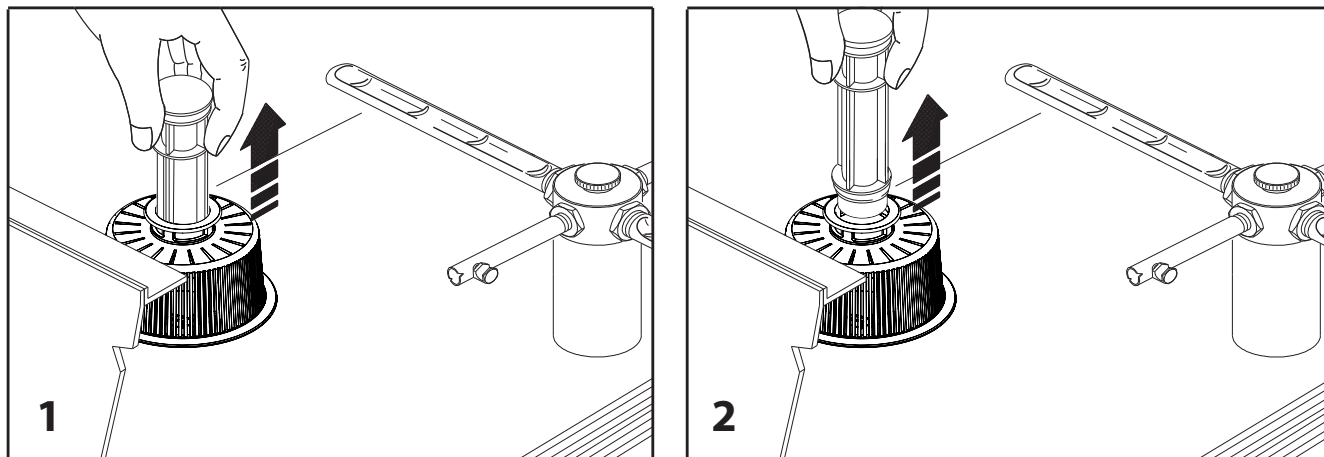

Abb. 16
2. Das Überlaufrohr abnehmen (Abb. 16)
3. Wenn der Geschirrspüler mit einer Ablaspumpe ausgestattet ist muss vor dem Abschalten das Überlaufrohr abgenommen (Bild 16) und die Pumpe mit der TASTE ABLASSPUMPE in Gang gesetzt werden (siehe Abs. 4.6). • Am Ende des Abpumpens wird die Spülmaschine automatisch abgeschaltet Von der Stromversorgung trennen